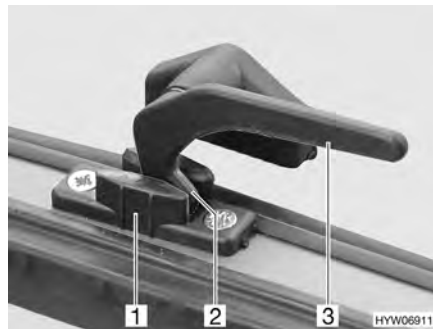

Fig. 56 Leva di serraggio in posizione "Aerazione continua"
- In posizione di "Aerazione continua" (Fig. 56)
- Ruotare la leva di serraggio (Fig. 56,3) di un quarto di giro verso il centro della finestra.
- Girare nuovamente all'indietro la leva di serraggio. Riportare contemporaneamente il nasello di chiusura (Fig. 56,2) nella rientranza della chiusura della finestra (Fig. 56,1).